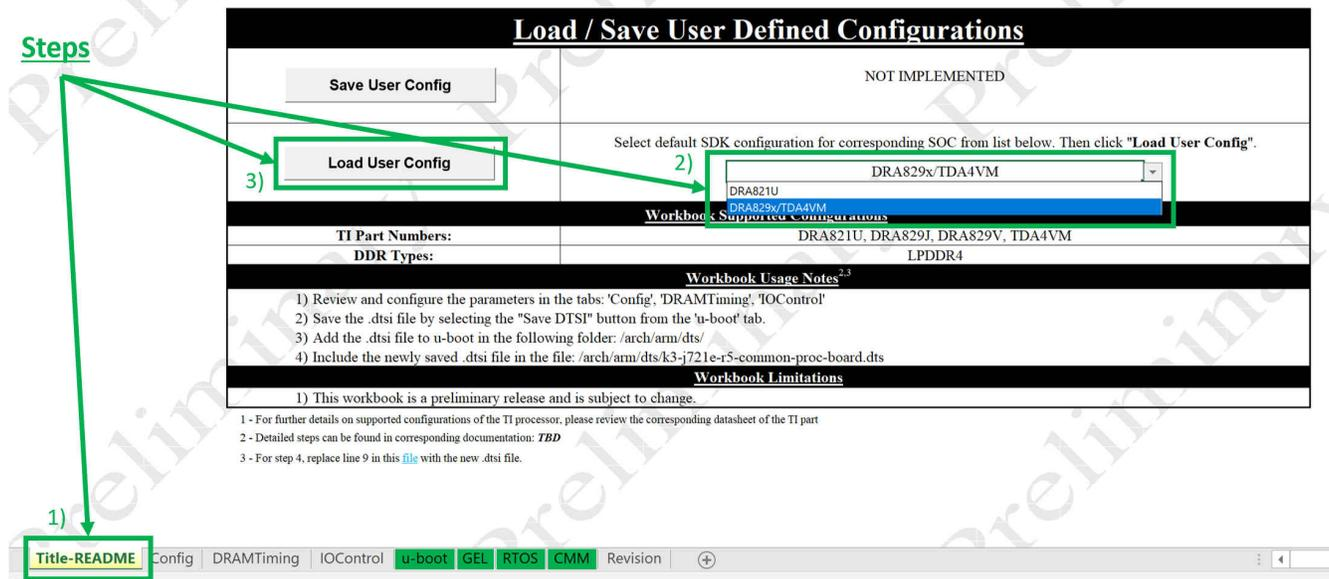

图 1-3. 加载默认 SDK DDR 配置的步骤
2. 在下拉菜单中选择适当的 TI 处理器型号，如图 1-3 所示。